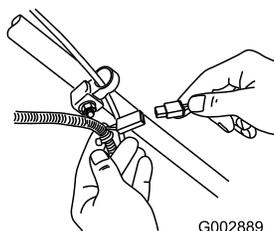

Figura 31
1. Conecte el cargador al arnés de cables de la máquina, situado debajo de la llave de contacto (Figura 31).